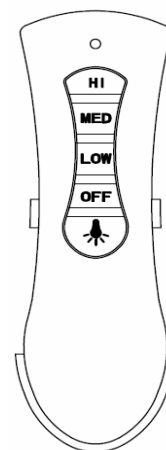

Fig. 14b
3. Fare scorrere il telecomando all'interno del supporto (Fig. 14b).